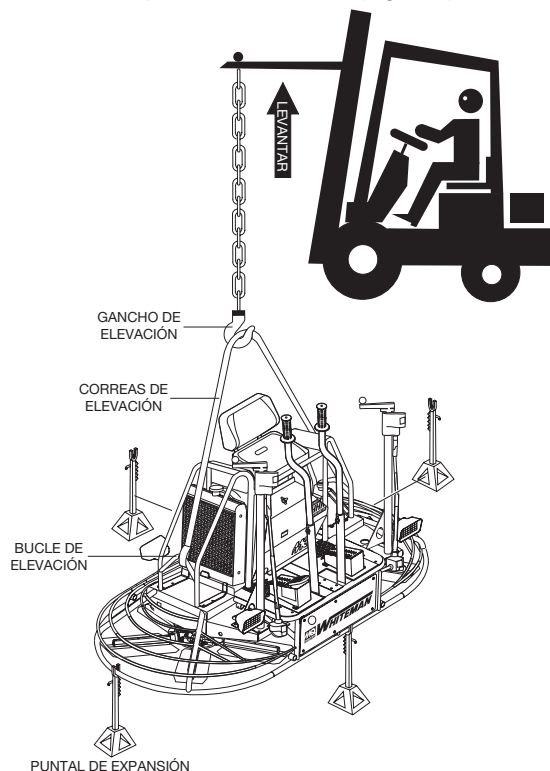

Figura 3. Elevación de la allanadora
1. Enganche un extremo de una correa o cadena de elevación alrededor de los bucles de elevación en cada lado de la allanadora. Enganche un extremo de la correa o cadena de elevación al dispositivo de elevación (Figura 3).